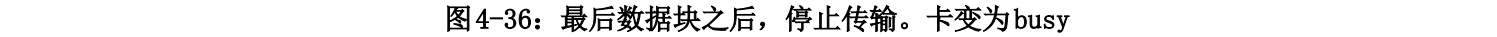

图 4-36: 最后数据块之后，停止传输。卡变为 busy
- R1b 时序 卡可能会在 R1b 命令操作期间发出 “busy”（通过拉低 DAT 线）。总线传输时序和图 4-36 相同（不由 Nsb 决定）。在非 UHS-I 模式中，R1b busy 从命令的结束位开始 2 个时钟周期后发出。在 UHS-I 模式中，R1b busy 在命令结束位开始 2-4 个时钟周期后发出。